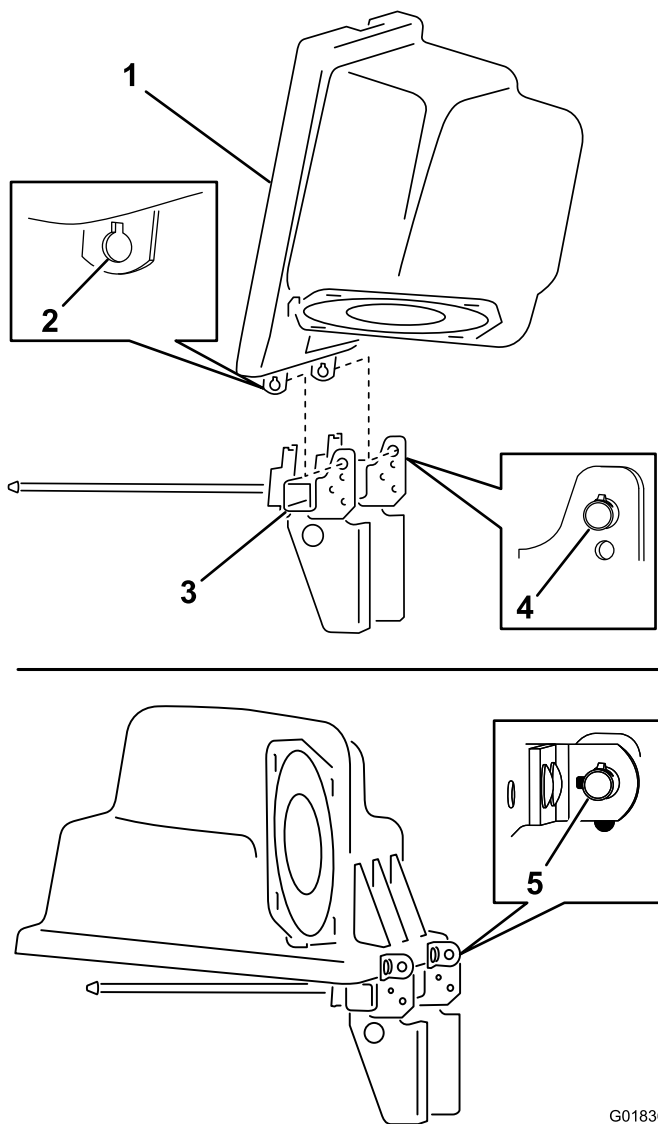

図 16
1. フードについているフードブラケット左右のブラケットにあるキー穴付きスロットを探し出す 図 16。
2. ホッパーサポートフレームについているホッパーサポートフレーム上部にあるピボットピンのキー付きピン2本を探し出す 図 16。
3. キー穴のスロットが上になるようにフードを回転させ、フードをキー付きピボットピンの右側に合わせる 図 16。
4. フードをホッパーフレームに組み付けるキー穴付きブラケットをキー付きピンに被せるように差し込む 図 16。
5. フードを下に下ろし、図 16 のようにホッパーサポートフレームに固定する。